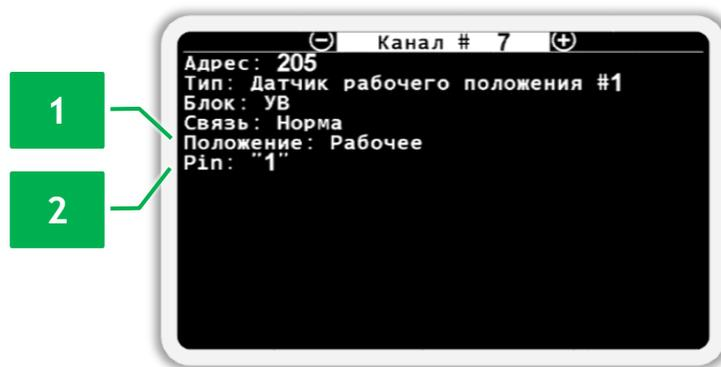

Рисунок 40 Экран просмотра состояния датчика рабочего положения
- Отображение текущего положения (см. Рисунок 40 п.1). Имеет два возможных значения:
- Текущее значение логического уровня на входе в устройство ввода (см. Рисунок 40 п.2).